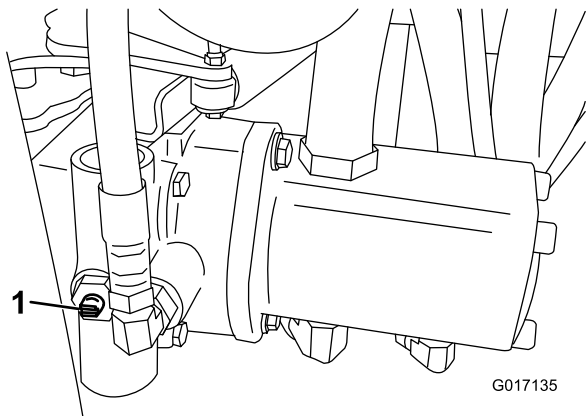

Figure 31
1. Trouvez la vanne de dérivation sur la pompe jusqu'à ce que la fente soit verticale (Figure 31).
2. Avant de mettre le moteur en marche, fermez la vanne de dérivation (fente horizontale) (Figure 31). Ne mettez pas le moteur en marche quand la vanne est ouverte.